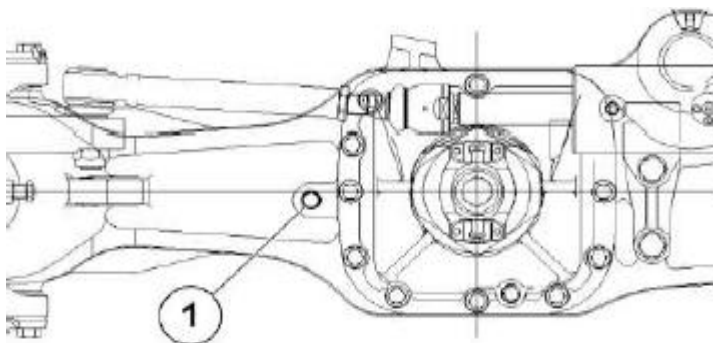

Рисунок 5.28 Заливное отверстие переднего моста
- ▶ Снимите пробку и убедитесь, что масло находится на уровне отверстия см. рис. 5.28.